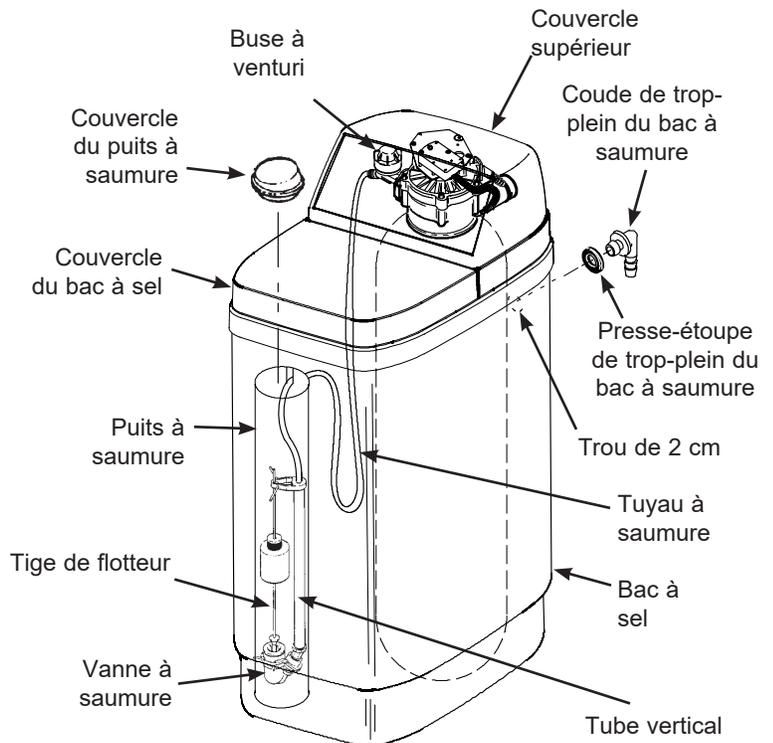

FIG. 11
1. Les modèles sont assemblés en usine. Durant l'installation, démontez le couvercle du bac à sel et mettez-le de côté pour éviter tout dommage. Assurez-vous que le puits à saumure est bien fixé et en position verticale (voir la figure 11). Ouvrez le couvercle du panneau de commande pour exposer la vanne de l'adoucisseur d'eau.